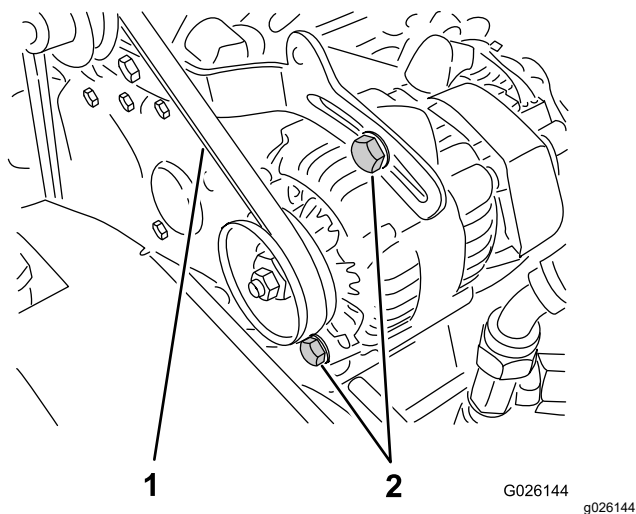

図 67
2. クランクシャフトとオルタネータのプーリ間の中央でベルトを指で押してベルトの張りを点検する 押す力は 10 kg 程度(図 67)。
- A. オルタネータの取り付けボルト 2 本をゆるめる 図 67。
- B. エンジンとオルタネータの間にボールを入れて適当な張りに調整し、取り付けボルトを締め付ける 図 67。